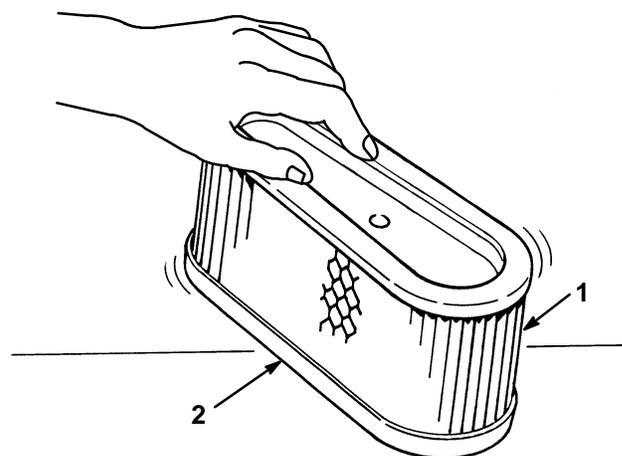

Figure 31
- A. Tapoter doucement l'élément sur une surface plane pour faire tomber la poussière et la saleté (Fig. 31).